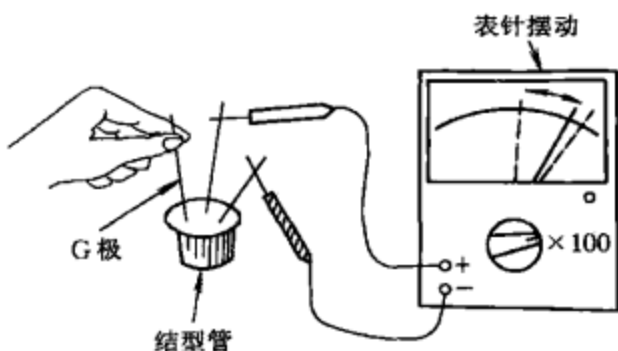

图 4-38
(1) 估测结型场效应管的放大能力。万用表置于“ $R \times 100$ ”挡，两表笔分别接漏极 D 和源极 S，然后用手捏住栅极 G（加入人体感应电压），表针应向左或向右摆动，如图 4-38 所示。表针摆动幅度越大，说明场效应管的放大能力越大。如果表针不动，说明该管已坏。